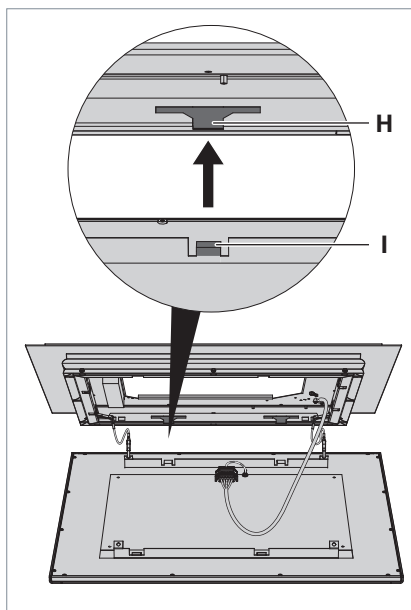

Fig. 9: Positionner l'élément de lumière directe.
- Introduisez les quatre languettes **I** sur l'élément de lumière directe dans les quatre évidements **H** du cadre du luminaire, voir Fig. 9.